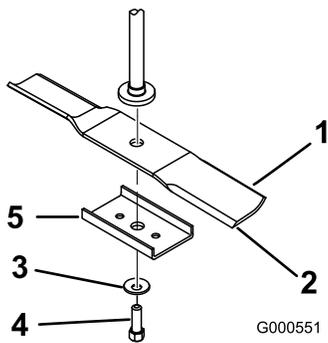
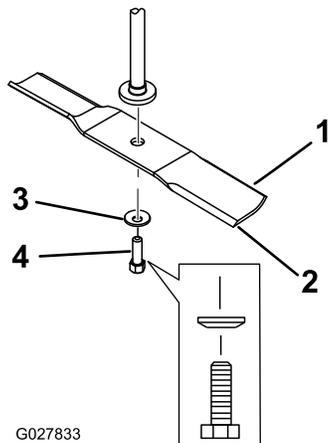

Figura 53
Figura 54
2. Retire el refuerzo de la cuchilla (solo en carcasas de 81 cm [32”]), el perno de la cuchilla, la arandela curva y la cuchilla del eje del perno (Figura 53 y Figura 54).
- Instale la cuchilla en el eje (Figura 54).
- Instale el refuerzo de la cuchilla (carcasas de 81 cm [32"] solamente), la arandela curva (con la copa hacia la cuchilla) y el perno de la cuchilla (Figura 54).